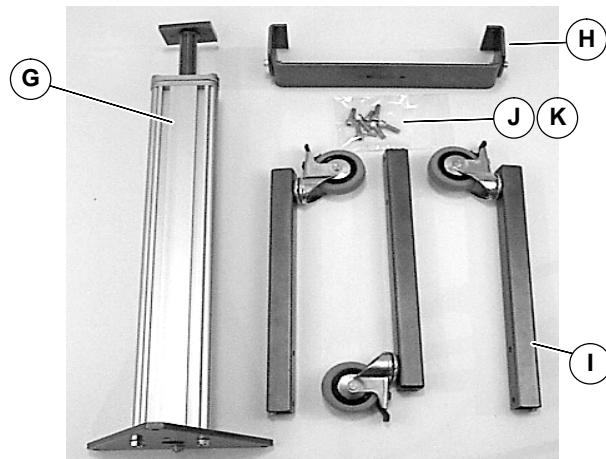

Figure 4
1. Bauteile zusammentragen (Abbildung 4).